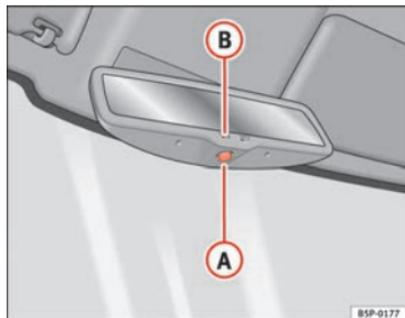

Fig. 86 Specchio retrovisore interno fotocromatico
- Premere il tasto **A** ⇒ fig. 86. La spia **B** si spegne.
- Premere il tasto **A** ⇒ fig. 86. La spia si accende.